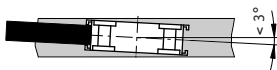

Abb. 6: Ausrichtung des Sensors
- Abstandsmaße zwischen Sensor und Magnetband sowie Winkeltoleranzen beachten, diese müssen über die gesamte Messstrecke eingehalten werden (siehe Abb. 6)!